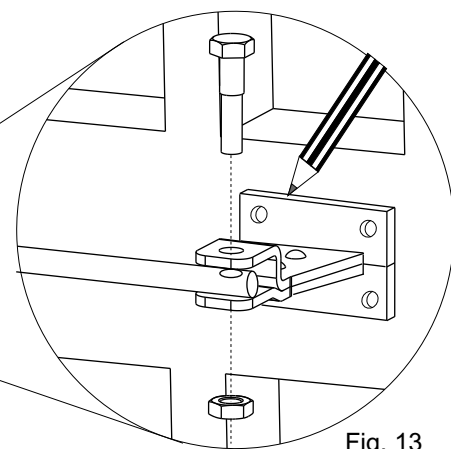

Fig. 13
- 3) Fijar la carrera del enganche anterior (fig 13.)